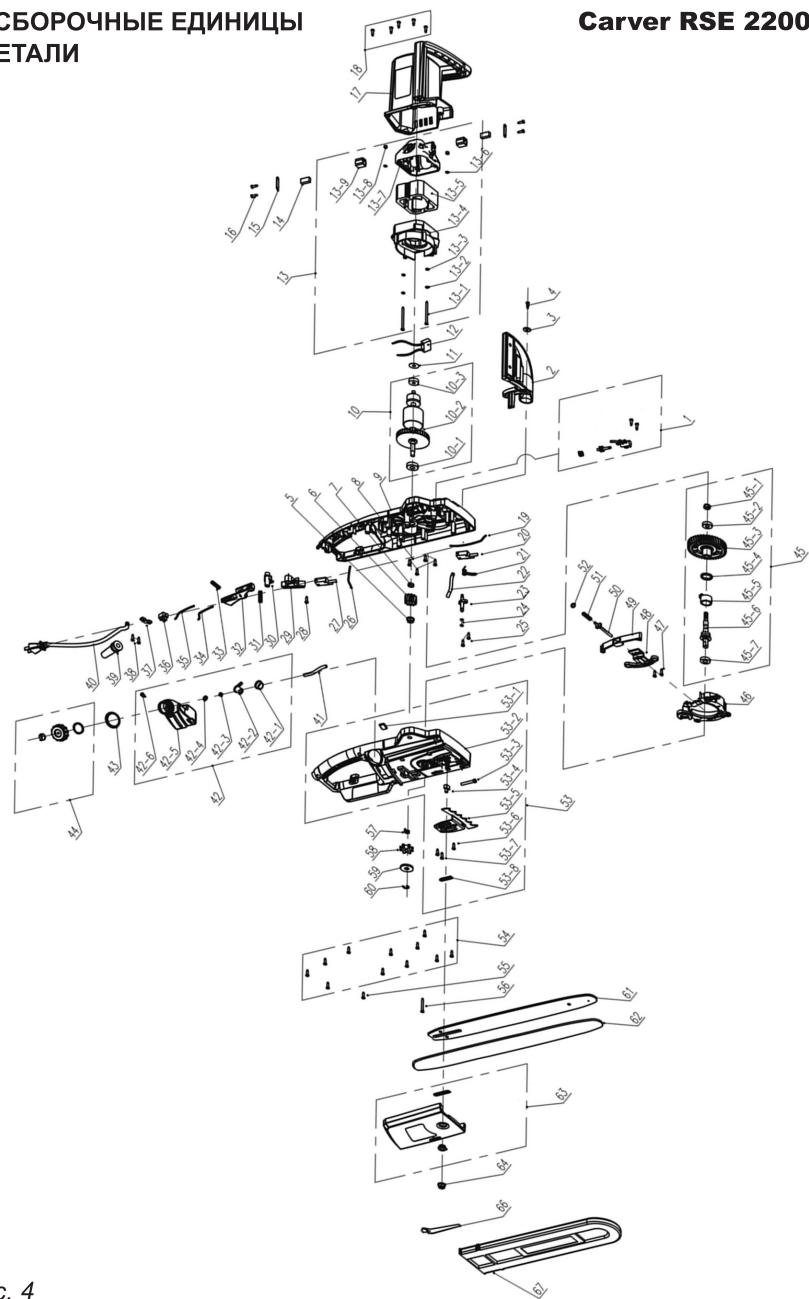

Рис. 4
Опасная зона: падающие деревья могут сбить и потянуть за собой соседние деревья. Зона опасности составляет двойную высоту дерева, подлежащего пилению (рис. 4).
**28. СПИСОК ДЕТАЛЕЙ (рис. 4)**